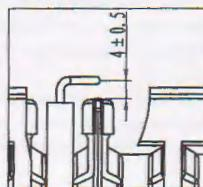

Рис.3
- 4) Снимите крышку корпуса уплотнения, проверьте, расстояние между воспламенителем и горелки если расстояние между воспламенителем и горелки больше чем нормы, отрегулировать ее до  $4 \pm 0,5$  мм, а Рис.3.